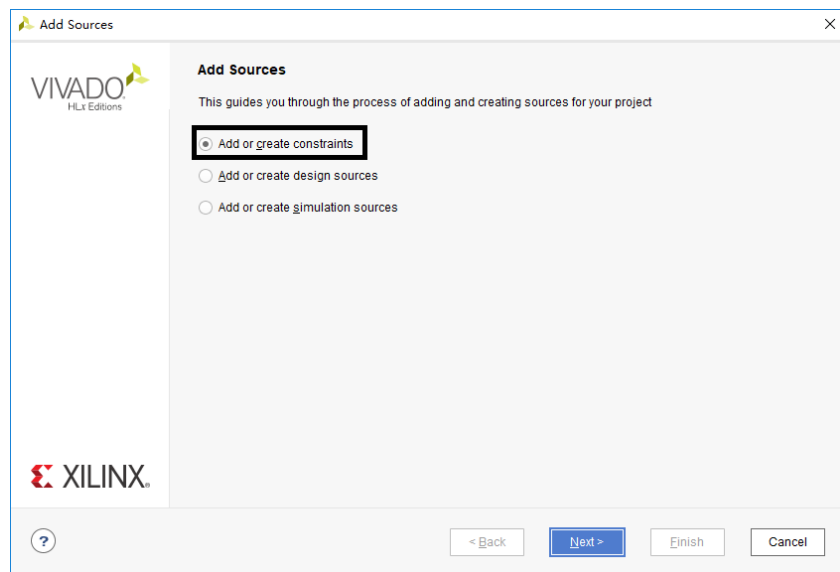

图 1-22 Add Sources 窗口
(2). 在弹出的 Add Sources 窗口中, 如图 1-22 所示, 选择 Add or create simulation constraints 用于添加或创建约束文件, 单击 Next 进入下一步。